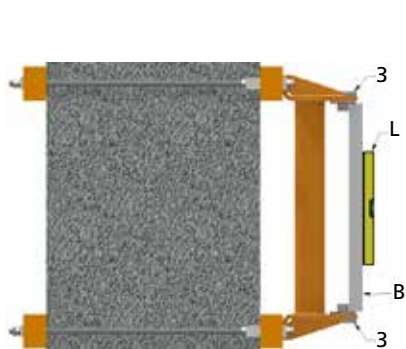

fig.38a
- c. Verificare la verticalità dell'asse di rotazione, utilizzando per questa operazione una livella L ed una barra B che dovrà essere appoggiata direttamente sui perni di rotazione 3 (fig. 38a - 38b).